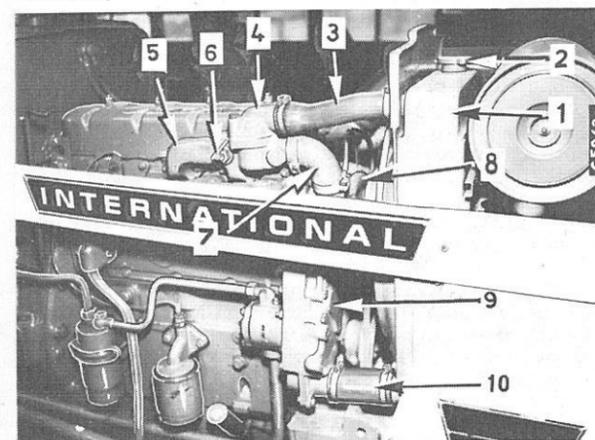

Fig. 60
Tournez lentement le bouchon du radiateur (2) Fig. 60 dans le sens contraire des aiguilles d'une montre jusqu'à la butée de sécurité pour permettre à la pression et à la vapeur de s'échapper. Appuyez ensuite sur le bouchon et tournez-le pour le retirer.
Suite des légendes de la Fig. 60 :
Le système de refroidissement du moteur comporte une tuyauterie de "by-pass" (7), Fig. 60 qui permet à l'eau de circuler dans le bloc-moteur et la culasse sans passer par le radiateur, et ce, durant la période de réchauffage du moteur. Cette circulation favorise le réchauffement rapide du moteur.